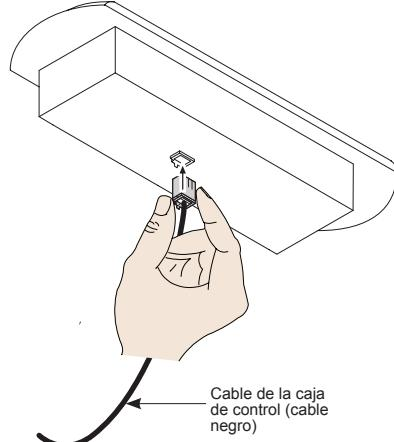

Figura 5 - Panel de control
- 1 Inserte el/los conector/es de cable en la parte posterior del panel de control (Figura 5).